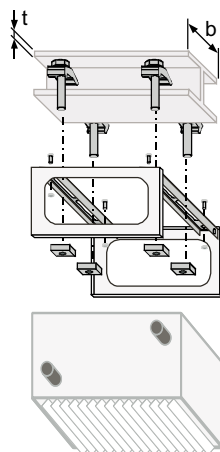

Bild 1
- zu Bild 1 und 2:
- Trageschienen mit Spannpratzen am Stahlträger gem. Bild 1 und 2 befestigen.